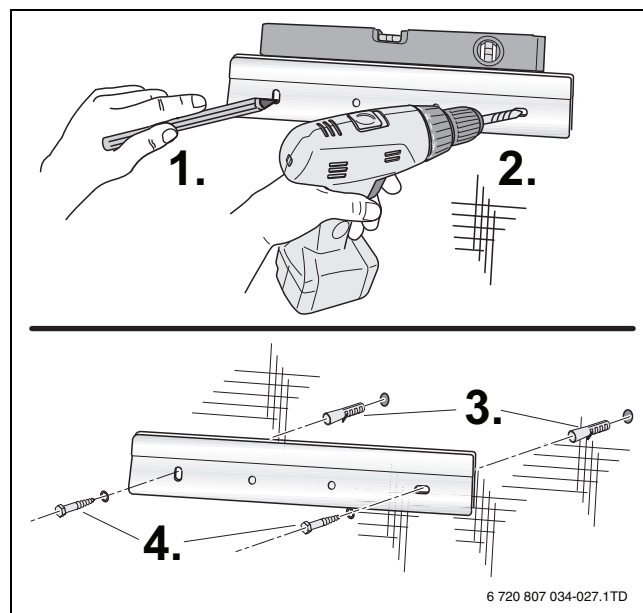

Fig. 10 Instalarea pe perete a șinei de suspendare
- Marcați orificiile cu ajutorul șinei de suspendare livrate (→ fig 10).